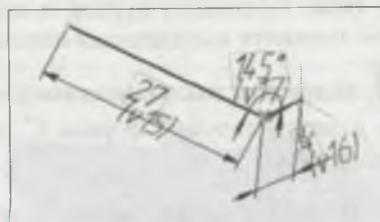

Рис. 19.37. Эскиз траектории основания резца
- ◆ в **Дереве** модели выделите **Плоскость ZX**. Создайте на этой плоскости эскиз траектории, как на рис. 19.37;